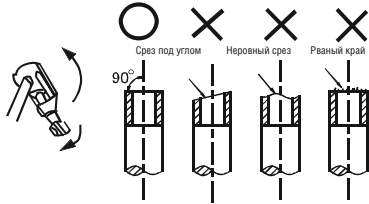

Рис. 7-1
- Обрежьте трубу с помощью трубореза. (См. рис. 7-1)